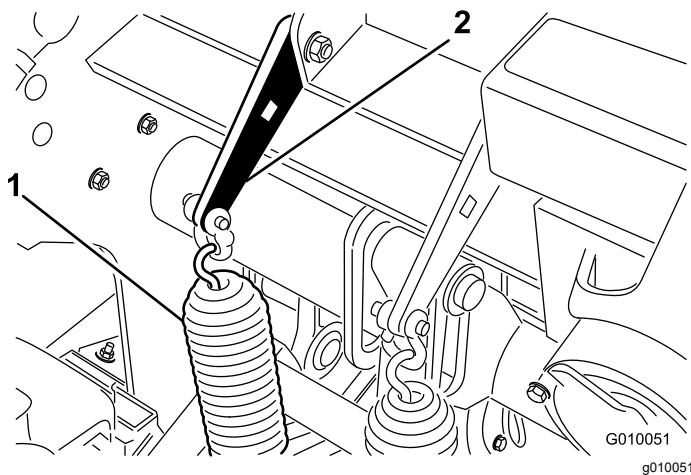

Figure 27
2. Desserrez les écrous des boulons qui fixent les supports des ressorts à la tête d'aération (Figure 27). Laissez-les en place.